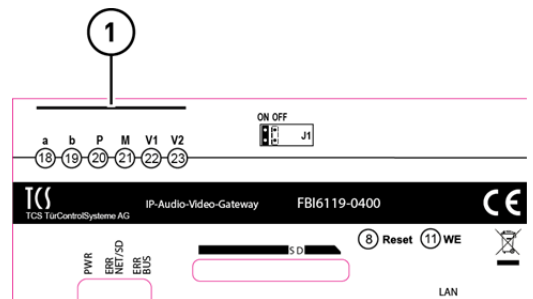

Abb. 4: Typenschild
- ▶ Schließen Sie die Leitungen (a, b, P, M, V1 und V2) gemäß Beschriftung **(1)** an (Abb. 4).